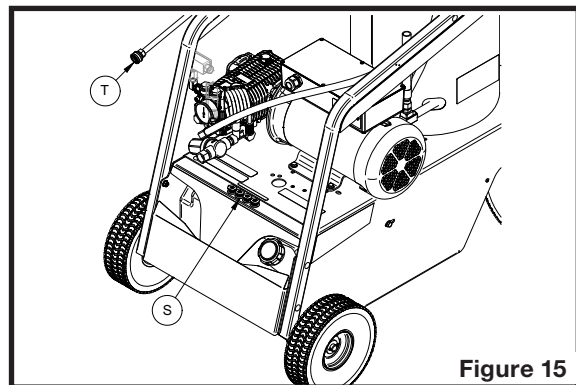

Figure 15
2. Si l'appareil a été utilisé pour l'injection de savon, installer une buse haute pression jaune, verte ou blanche (S sur la figure 15) à la sortie de la lance (T sur la figure 15).